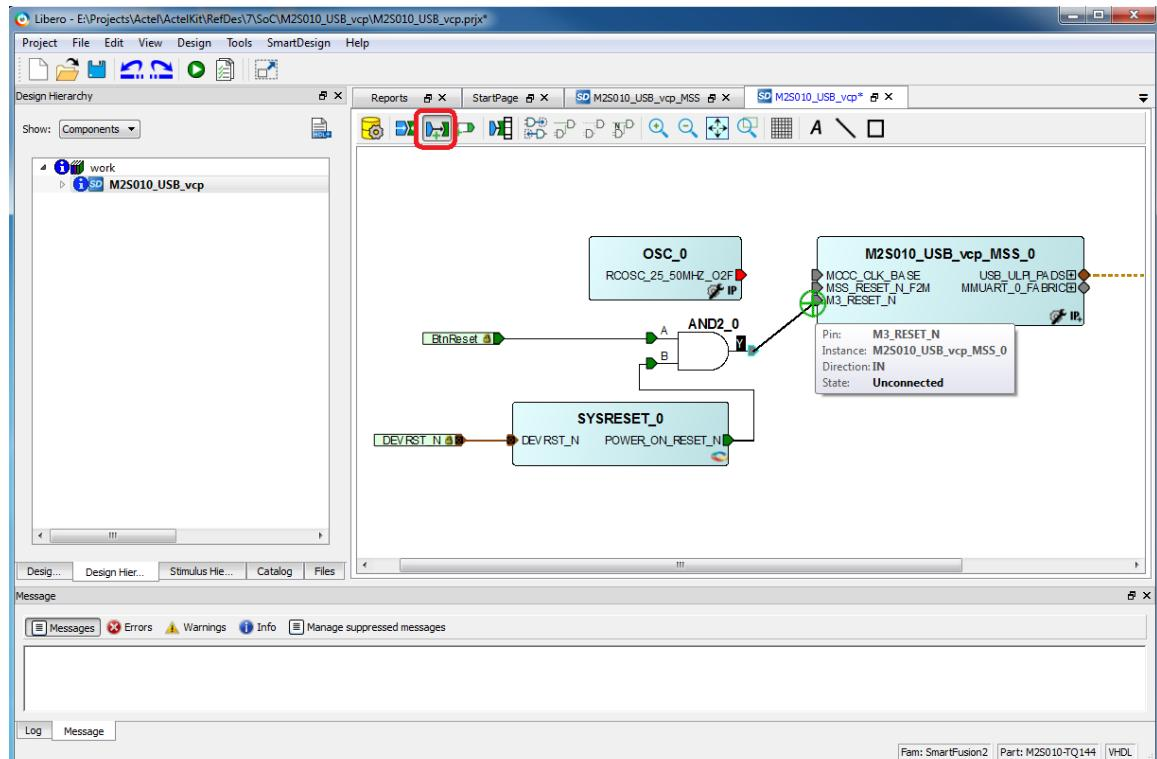

Рис. 21.
- 2) Используя быструю клавишу Connection Mode (рис. 21);